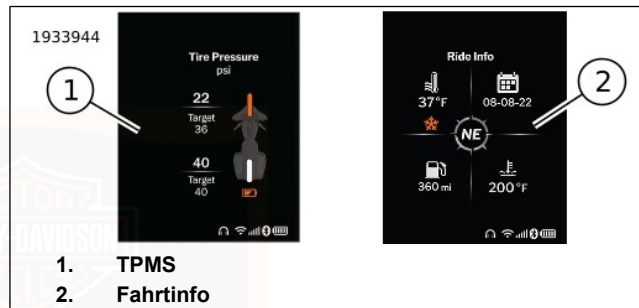

Abbildung 39. Widget-Optionen
Siehe Abbildung 39. **TPMS:** Das Reifendruck-Überwachungssystem (TPMS)-Widget (1) zeigt den Reifendruck am Vorder- und Hinterradreifen an. Die oberste Zahl, die für Vorder- und Hinterradreifen angezeigt wird, ist der tatsächlich gemessene Reifendruck. Der Sollwert zeigt den vom System aufgrund der Umgebungsbedingungen gewünschten Reifendruck an.